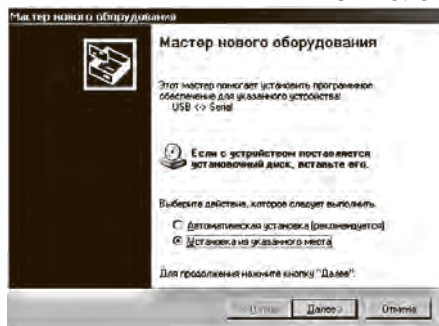

рис.5
1) Подключить разъем прибора PC-2 к USB-порту компьютера. Операционная система выдаст информацию об обнаружении нового устройства (рис. 5).
2) В окне Рис. 5 изменить положение переключателя на «Установка из указанного места» и нажать на кнопку «Далее». Операционная система выведет окно с запросом